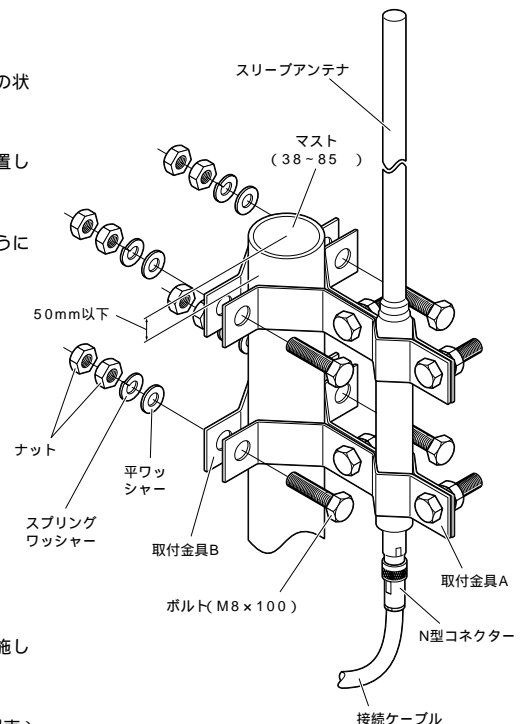

図2c 取付金具の組み立て図
- 3 アンテナをマストに取り付けます。マストの太さに合わせて、取付金具Bの向きを変えてください(図2b)。全体の組み立て方は、図2cを参考にしてください。